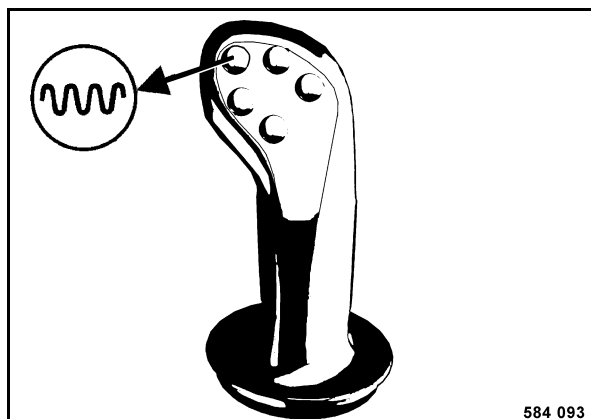

Fig. 71
- No conectar el pulsador para vibración (Fig. 71) en la palanca de marcha antes de desplazar la palanca de marcha a la deseada dirección de marcha.
- Volver a accionar el pulsador para vibración (Fig. 71).